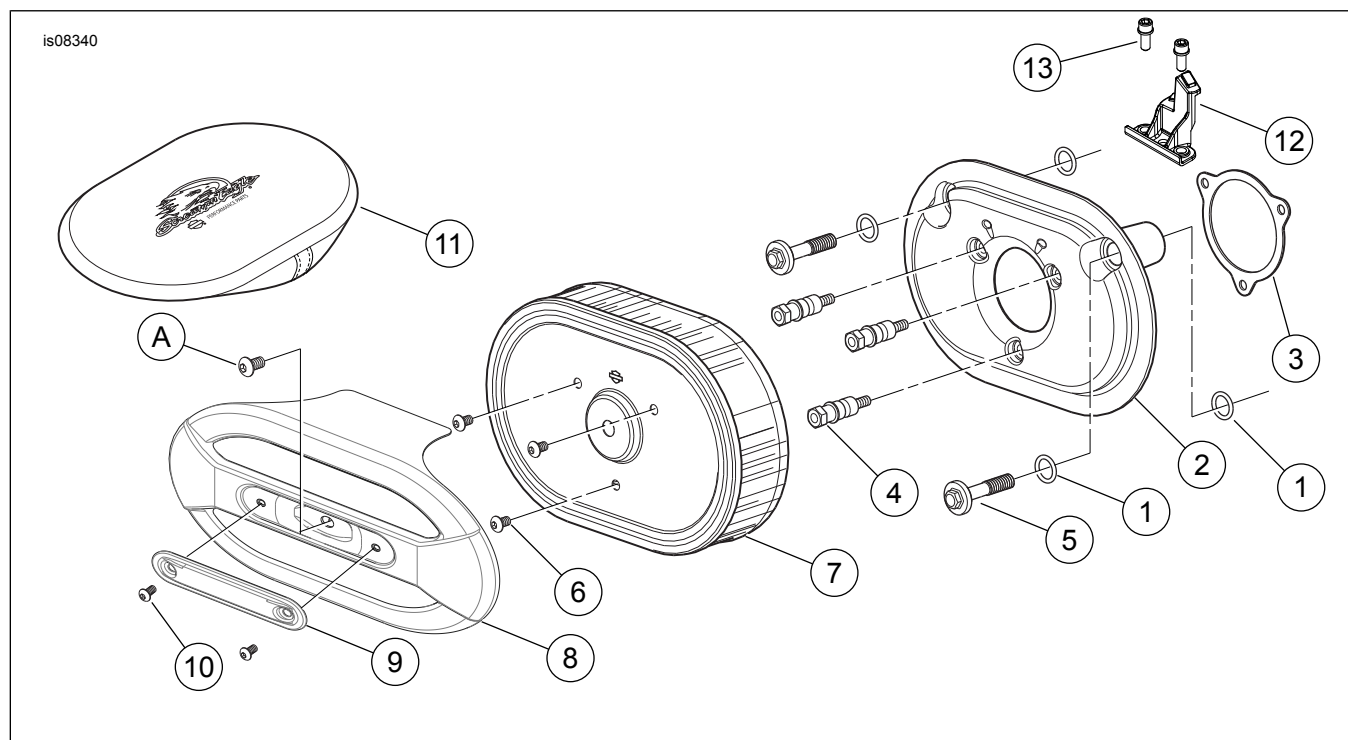

Figura 3. Piezas de servicio: Kit de depurador de aire de rendimiento elite Screamin' Eagle Ventilator
Vea la Figura 3 y la Tabla 1.
1. Vea la Figura 3. Instale la presilla de la ACR (12) en los salientes del módulo de inducción en el punto en que se montó la pieza de soporte del soporte. Asegure con los tornillos (13). Apriete los tornillos a 3,4–4,5 N·m (30–40 in-lbs).
3. Instale los dos o-rings (1) en las ranuras alrededor de los agujeros de los pernos del respiradero, en el lado del módulo de inducción del conjunto de la contraplaca (2). Instale los dos o-rings restantes en las ranuras en la parte inferior de las cabezas de los pernos del respiradero (5).
4. Quite el forro del respaldo adhesivo de la junta (3). Cuidadosamente coloque el lado adhesivo de la junta en la contraplaca. Alinee los agujeros de los tornillos espaciados equidistantemente. Presione la junta firmemente en su lugar.
5. Inserte los nuevos tornillos del respiradero (5) a través de la contraplaca.
8. Instale los espárragos de montaje del depurador de aire (4) completamente a través de la contraplaca (2), hasta que las roscas de los tornillos queden capturadas en el módulo de inducción. Deje flojos los tornillos sujetadores.
1. Vea la Figura 3. Asegure el elemento del filtro de aire (7) a los espárragos de montaje del depurador de aire (4) usando los tres tornillos TORX® con acabado brillante (6) del kit. Apriete los tornillos a 6,2–6,8 N·m (55–60 in-lbs).
2. Aplique Loctite 243, azul, a la rosca del tornillo de la cubierta del depurador de aire de equipo original (A). Asegure la cubierta del depurador de aire (8) al elemento del filtro de aire (7) con el tornillo. Apriete el tornillo a 4,1–6,8 N·m (36–60 in-lbs).
3. Arme el inserto de la cubierta del depurador de aire (9) en la cubierta del depurador de aire con dos tornillos cromados (10). Apriete firmemente.
1. Vea la Figura 3. Quite la cubierta del depurador de aire (8) e inspeccione el elemento del filtro (7) cada 8.000 km (5000 mi), o con mayor frecuencia en condiciones de mucho polvo.